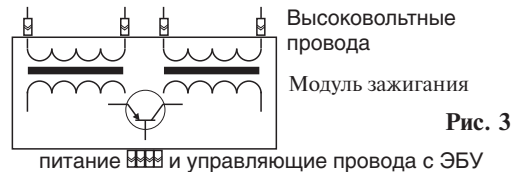
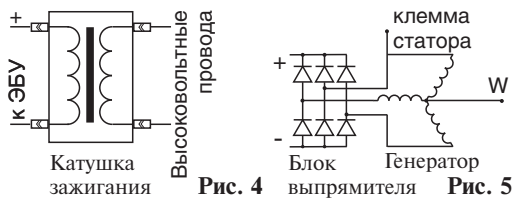

Рис. 3
Рис. 4
**Инжекторный двигатель** - длинный желтый провод выведите под капот и подключите к управляющему проводу модуля зажигания Рис. 3 или коммутируемому проводу катушки зажигания Рис. 4